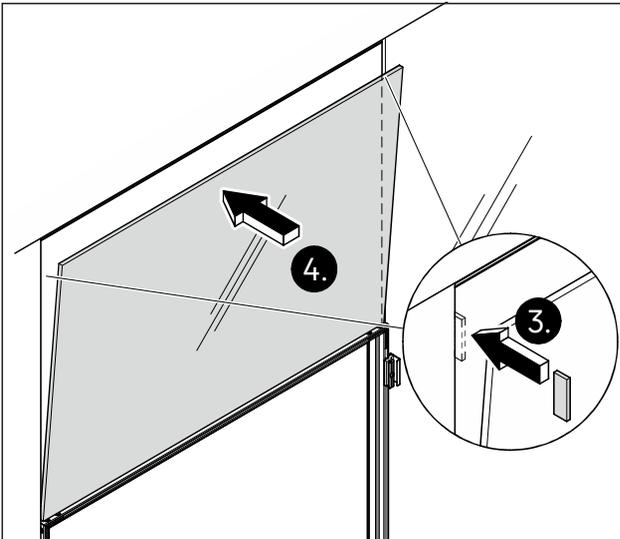

Abb. 36 Das Oberlicht ausrichten und in Position halten
4. Den Abstand zwischen Oberlicht und Seitenteilen mit einem Abstandhalter sicherstellen (Abb. 36).